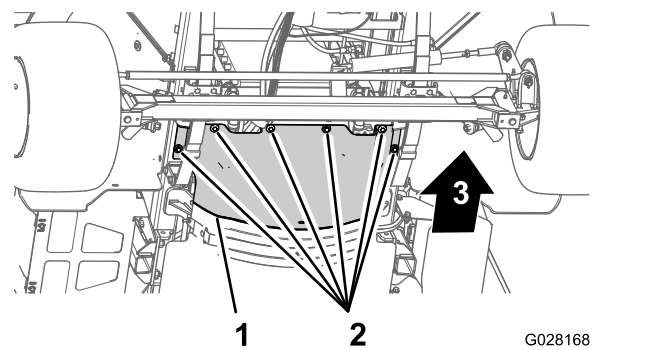

Bild 59
3. Entfernen Sie die sechs Sechskantschrauben und sechs Scheiben, mit denen das vordere Wärmeschutzblech am Chassis befestigt ist, und nehmen Sie das Schutzblech ab (Bild 59).